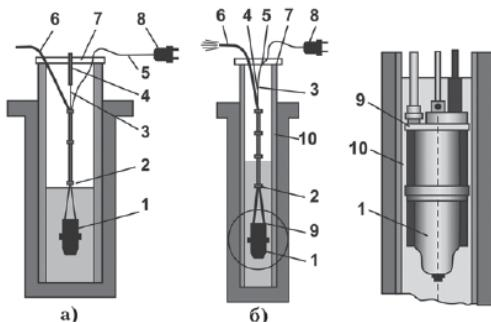

Рис. 3
**Схема установки насоса в колодце или скважине (Рис. 3)**